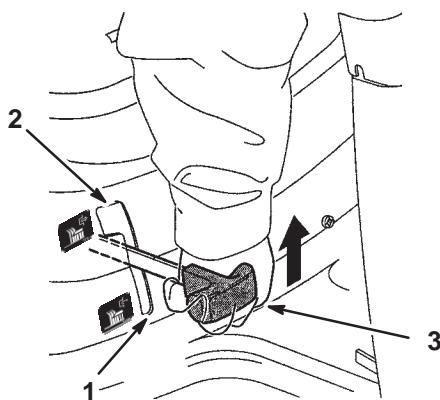

Bild 7
- Stellen Sie den Zapfwellenantrieb auf „Ausgekuppelt“ (Bild 7).